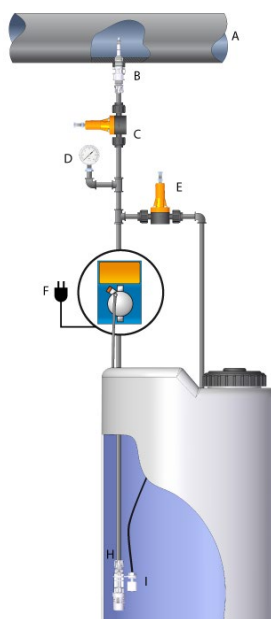

Fig. 7 – Instalación típica
Tanto en el tubo de impulsión como en el de aspiración, evite curvas excesivas con el fin de evitar estrangulamientos en el tubo. Aplique en el conducto de la instalación que hay que tratar, en el punto más idóneo para efectuar la inyección del producto que hay que dosificar, un racor de 3/8" o 1/2" gas hembra. Este racor no se incluye en el suministro. Enrosque la válvula de inyección en el «racor de junta» utilizando cinta de PTFE, véase la Fig. 7. Conecte el tubo (5) en la conexión cónica de la válvula de inyección (3) y bloquéelo con la virola correspondiente (4). La válvula de inyección (3) también es una válvula de no retorno.